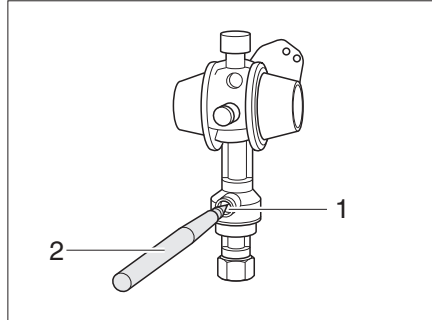

Bild 189 Crash-Sensor
- Mit einem Stift (Bild 189,2) den Entsicherungsknopf (Bild 189,1) mehrere Sekunden eindrücken.